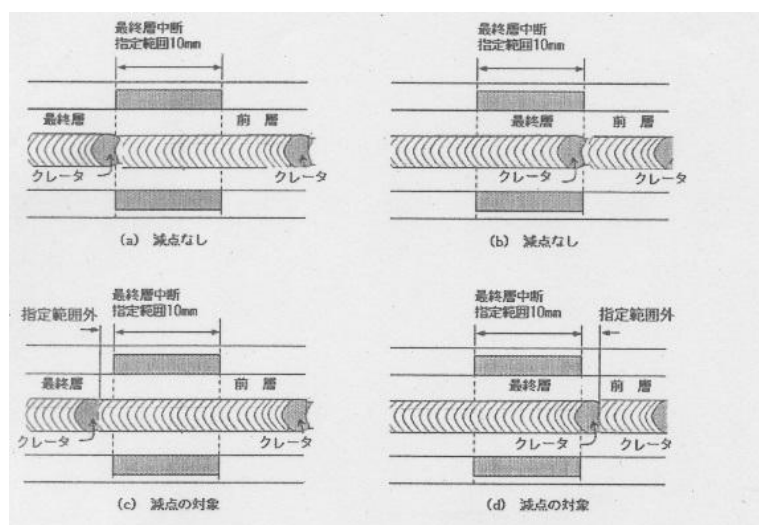

図2 アーク中断位置の定義
- ③被覆アーク溶接下向姿勢部門及び炭酸ガスアーク溶接下向姿勢部門の最終層の溶接では、図2「アーク中断位置の定義」のように、溶接線中央部10mmの指定範囲内でアークを中断し、実行委員に申告して、確認を受ける必要がある。確認後、中断前と同じ方向に溶接を継続すること。所定の中断範囲外であると、減点対象となる。
- ④炭酸ガスアーク溶接立向姿勢部門の初層及び最終層の溶接では、図2「アーク中断位置の定義」のように、溶接線中央部10mmの指定範囲内でアークを中断し、実行委員に申告して、確認を受ける必要がある。確認後、中断前と同じ方向に溶接を継続すること。所定の中断範囲外であると、減点対象となる。
- (7) 溶接終了の合図により、競技溶接は終了とする。溶接終了後は、溶接機の電源を切ること。（炭酸ガスアーク溶接では、併せてガスボンベのバルブを閉止すること）